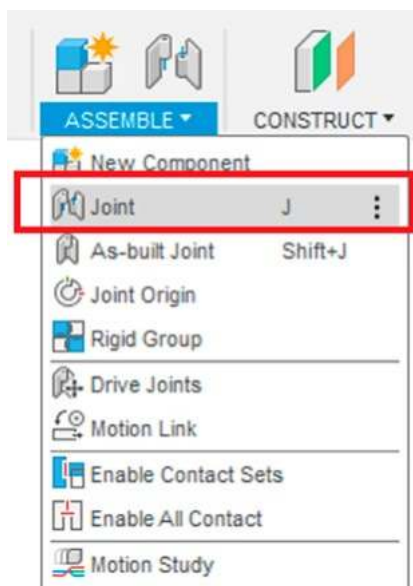

Рис. 5. Создание соединения
**Создание соединения.** После того как все компоненты спроектированы, устанавливают соединения между ними с помощью операции JOINS, которая находится в меню ASSAMBLE (рис. 5). Но перед тем как устанавливать соединения, необходимо один из компонентов зафиксировать, чтобы избежать непредсказуемого поведения сборки. Кликните правой кнопкой мыши по компоненту и во всплывающем меню выберите операцию GROUND (заземлить, зафиксировать) (рис. 6). Рядом с зафиксированным компонентом появится значок кнопки.